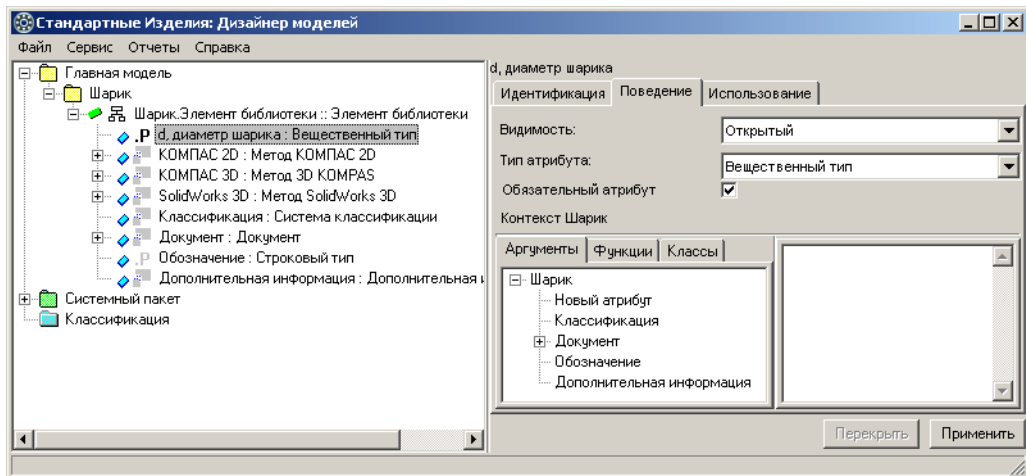

Рис. 3.9.
2. Введите название атрибута – *d, диаметр шарика*, после чего нажмите клавишу *<Enter>*. Атрибут *d, диаметр шарика : Вещественный тип* будет добавлен в список атрибутов класса *Шарик*, станет доступна кнопка **Применить** (рис. 3.9).